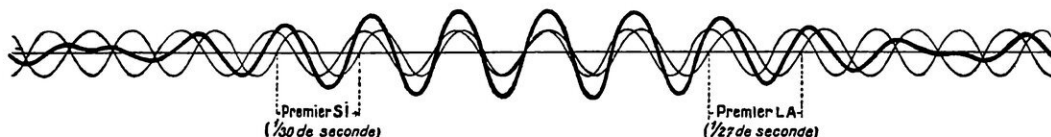

FIG. 9. — UN CHANGEUR DE FRÉQUENCE : LES BATTEMENTS
même temps (avec l'index et le médium de la main droite) sur le premier *la* et sur le premier *si* d'un piano. Nous percevons alors, en plus des sons des deux notes, des renforcements et des affaiblissements à raison de trois par seconde ; le roulement ainsi produit rappelle le bruit émis par une personne qui se gargarise (rœ, rœ, rœ, rœ...). La raison en est facile à comprendre, si l'on examine notre figure 9 : on y a dessiné, en traits fins, les deux sinusoïdes du *la* (27 cycles) et du *si* (30 cycles) ; à certains instants (au
Les rayonnements hertziens de très haute fréquence (ondes très courtes) présentent, néanmoins, l'inconvénient de mal s'amplifier ; on remédie à ce défaut par le montage superhétérodyne, qui repose sur le principe des battements (fig. 9) : pour transformer le *Petit Parisien* (880 kilocycles) en « Tour Eiffel » (114 kilocycles), il suffira de produire, au poste de réception même, des oscillations électroniques de 766 kilocycles ; la fréquence résultante sera (880 — 766) kilocycles, soit précisément celle qu'on désire (2).
(1) On obtiendrait la même courbe en maintenant la capacité constante et en faisant varier la self.
(2) Le montage hétérodyne (de deux mots grecs : différent et puissance) sert en radiotélégraphie et en électrophonie (voir « Vers une électrification de la musique », *La Science et la Vie*, n° 128) : si, de 880, on retranche 879, on obtient une fréquence musicale de 1.000 cycles. Le mot « superhétérodyne » indique que la fréquence résultante est *plus grande* qu'une fréquence musicale, puisqu'elle est de la haute fréquence.